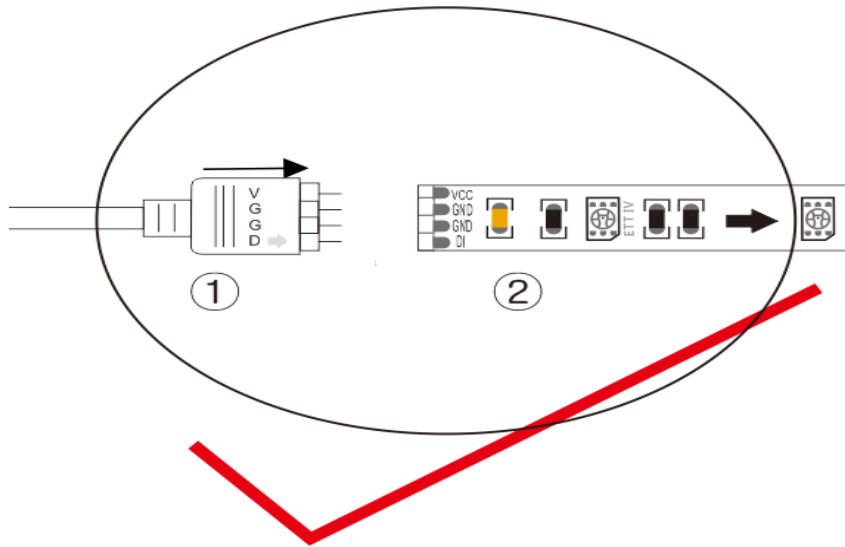

図 1.
ヒント: 図 1 は正確な接続方法であり、図 2 と図 3 は間違った接続方法であり、端子の+記号の方向がライトストリップの VCC 印の方向に一致し、端子の矢印の方向がライトストリップの矢印の方向に一致することを注意してください。そうしなければ、接続が間違ったら、ライトストリップが発光しません。
1、T316 コントローラ概略図: (図1)